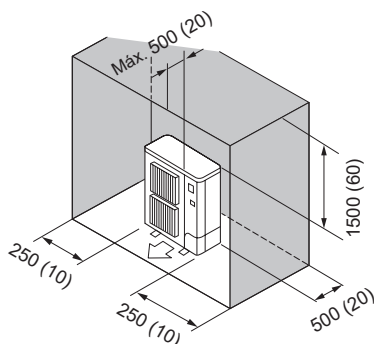

Fig. 2-11
- (6) Obstáculos sólo en la parte trasera, los laterales y superior (Fig. 2-11)